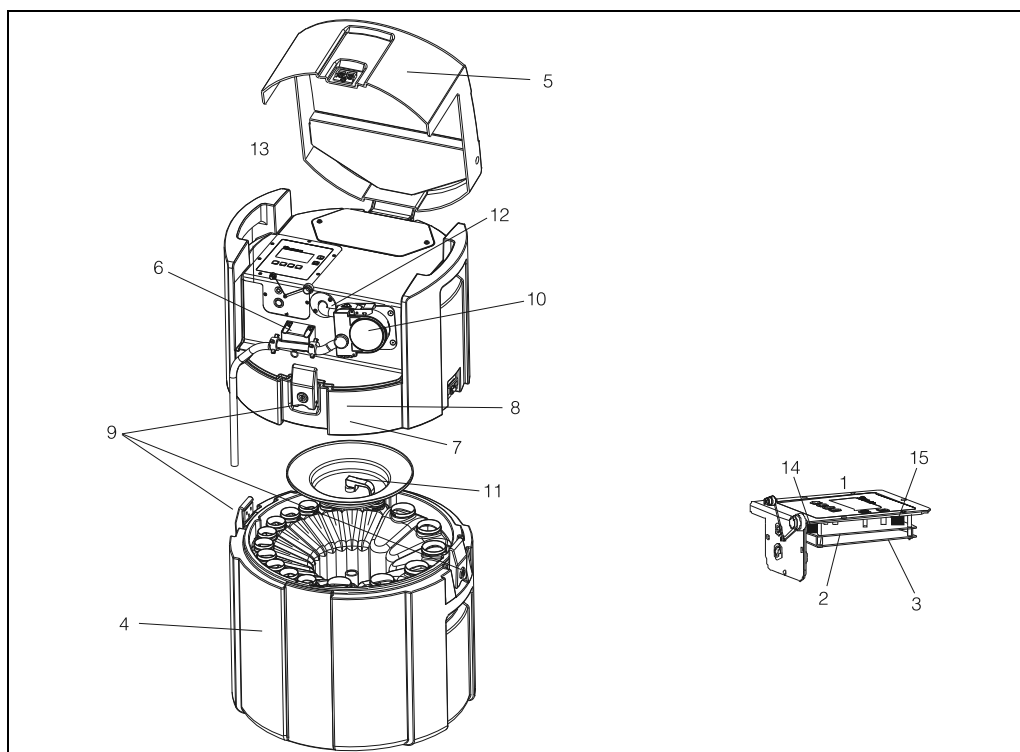

Fig. 34: Parti di ricambio per il campionatore Liquiport 2000 Ex (i numeri delle varie posizioni sono descritti nell'elenco delle parti di ricambio)
<p>Software</p> <p>A 1 programma</p> <p>B 7 programmi</p> <p>Lingua</p> <p>A Tedesco</p> <p>B Inglese</p> <p>C Francese</p> <p>D Italiano</p> <p>E Spagnolo</p> <p>F Olandese</p> <p>G Danese</p> <p>K Ceco</p> <p>P Polacco</p> <p>Modulo</p> <p>A Controllore completo (→ Fig. 34, pos. 1)</p> <p>B CPU incl. display (→ Fig. 34, pos. 2)</p>